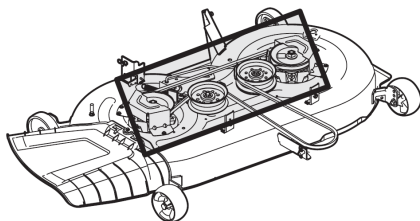

Figure 32
- ・ スピンドルカバーとベルト領域の下、トラクターデッキの上部を清掃します。図32を参照